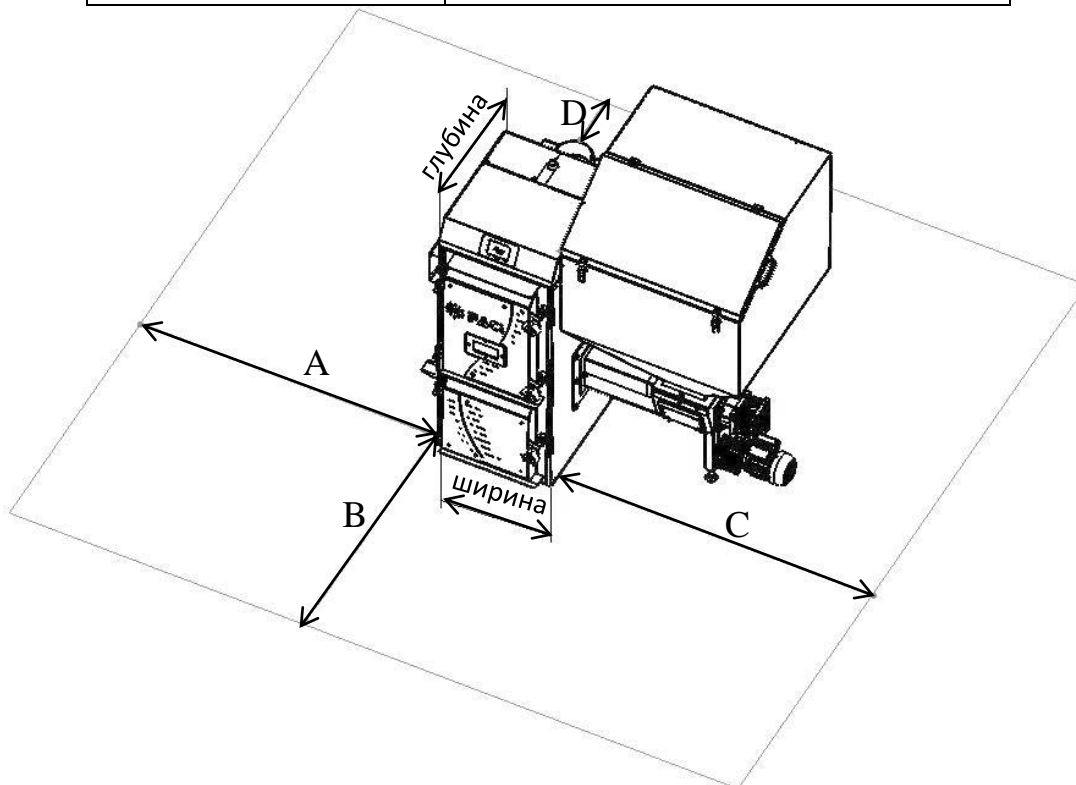

Рис. 22
Выставляем корпус котла на ровную, очищенную от мусора поверхность, учитывая расстояния от препятствий при монтаже (см. рис. 22). Закрепляем фланец горелки поз. 3 (рис. 11б) к корпусу с внешней стороны, используя болты М10х30 (8 шт), шайбы М10 (8 шт). Затягиваем соединение гаечным ключом, не перетягивая резьбу. Съемную горелку поз. 2 устанавливаем в пазы фланца поз 3 (рис. 11б).
2.6.1.4 При установке котла в котельной необходимо соблюдать требования выдерживания свободных расстояний до ближайших препятствий (рис. 22). В указанных размерах свободных расстояний не должно находиться никаких предметов, ни трубопроводов, ни других элементов котельной. Указанные технологические проходы должны быть свободны для доступа в любое время и ничем не загромождены.
Обозначение на рис. 22	Требуемое значение размера.